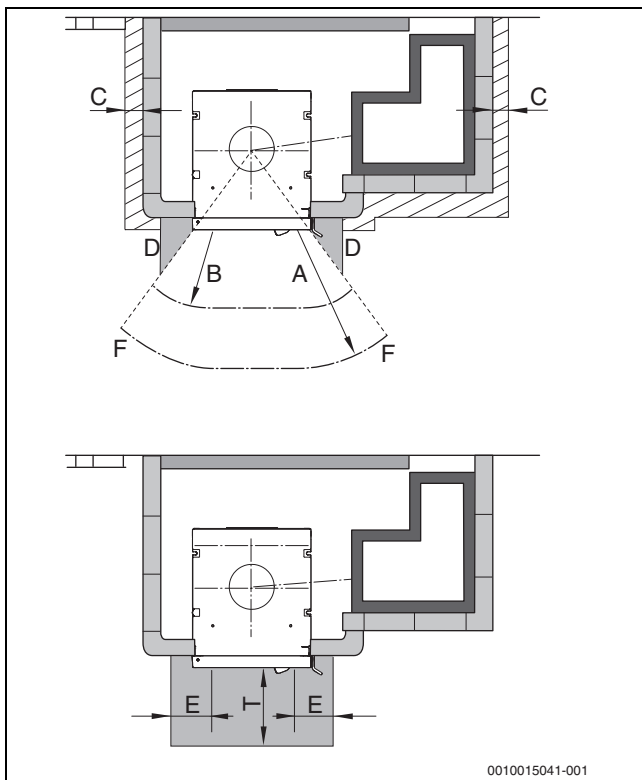
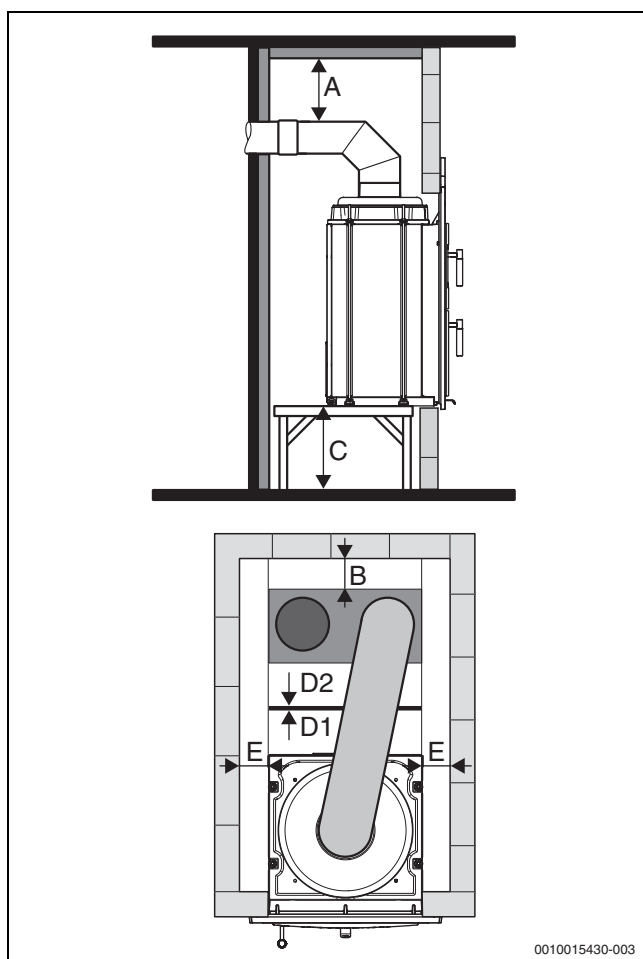

Bild 5 Äußere Mindestabstände
Bild 6 Heizkammer-Mindestabstände
- Die Mindestabstände müssen eingehalten werden (→ Bild 5, Seite 10 und Bild 6, Seite 11).
- ▶ Mindestabstände einhalten (→ Bild 6 und Tabelle 5, Seite 11).